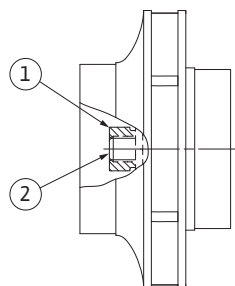

Fig. 52: Correcte positie van de waaiermoer na de installatie
29. As vasthouden (zie stap 24) en de waaiermoer met het aangegeven aanhaalmoment vastdraaien (zie lijst "Tabel 11: Aanhaalmomenten schroeven" op pagina 243). De moer (Fig. 52, pos. 1) moet ongeveer $\pm 0,5$ mm gelijk liggen met het uiteinde van de as (Fig. 52, pos. 2). Als dit niet het geval is, de moer losdraaien en stappen 25 tot 29 van de werkwijze herhalen.